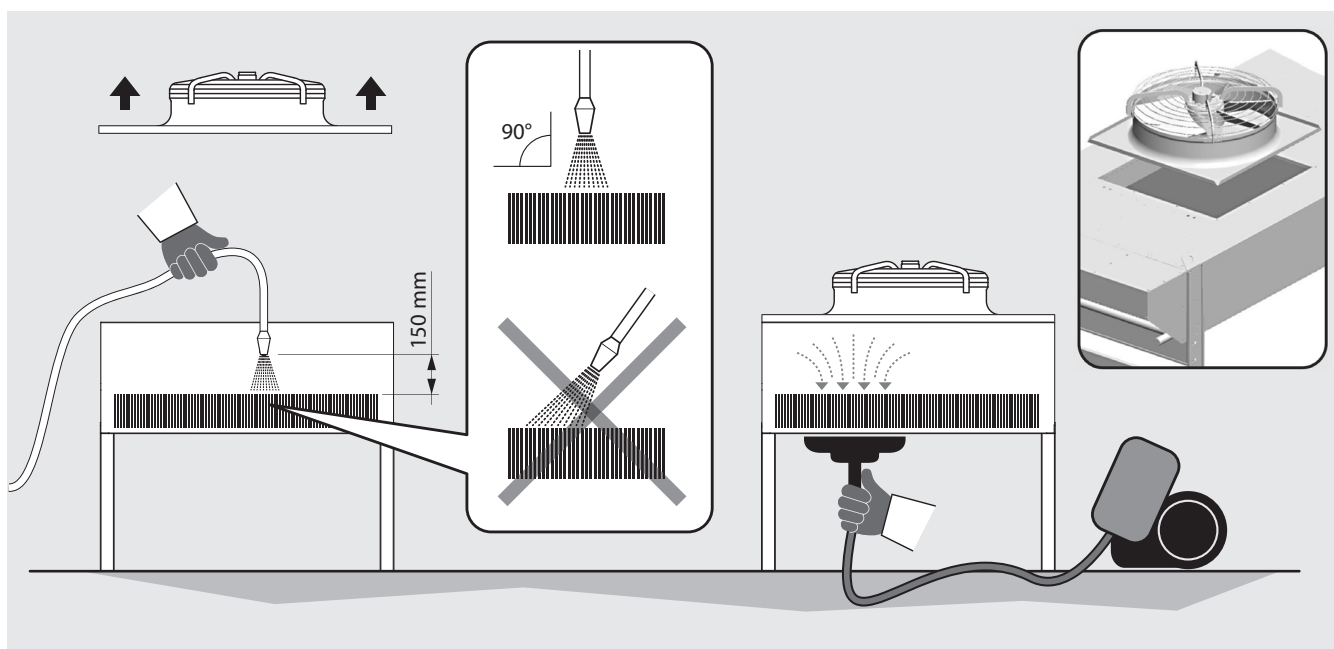

Figura 11
11.11 Pulizia del pacco alettato (vedi Figura 11):